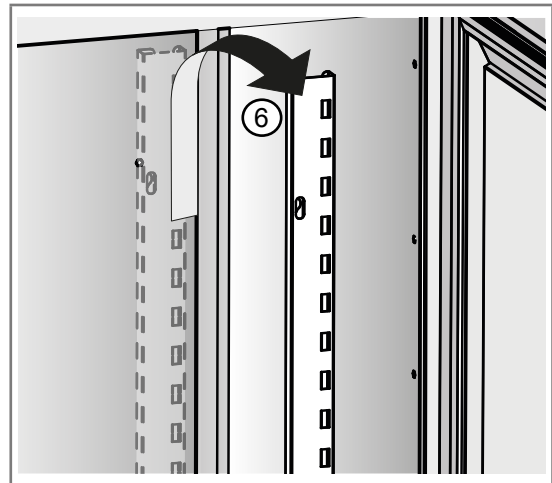

Abb. 6.4 - Entfernen der Zahnstangen an der Innenseite der Rückwand
3. Entfernen Sie die an der inneren Rückwand befestigten Zahnstangen (6 – Abb. 6.4)